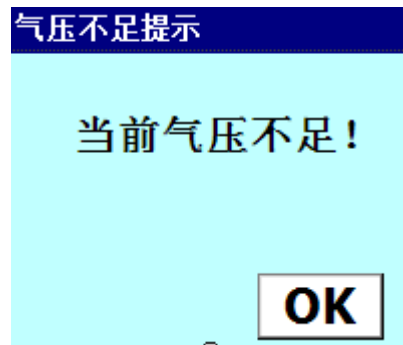

图 9 气压不足提示界面
- **气压检测开关：**实时检测真空，与取、放片形成安全互锁。工作时建议打开，漏气时会弹出提示界面，有效防止飞片，如图 9 所示。